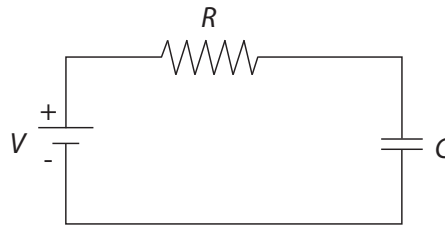

Figura 2.2: Diagrama del circuito. V representa el voltaje entregado por la fuente de poder, R representa la resistencia y C el condensador.
- e) Descargue el condensador. Para ello ponga sus dos terminales en contacto con un cable sin que haya otro elemento conectado al condensador. Arme el circuito como lo muestra la figura 2.2 donde $R = 1\text{ M}\Omega$, $C = 10\text{ }\mu\text{F}$ y $V = 12\text{ V}$. No alimente el circuito aún.